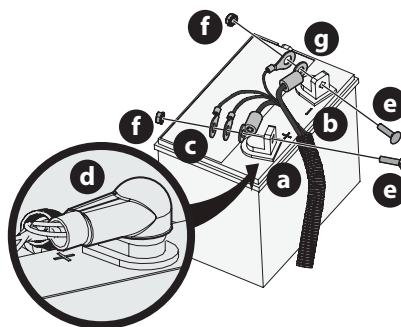

Fig. 21
**NOTA:** el borne positivo de la batería está marcado como POS. (+) (a). El borne negativo de la batería está marcado como NEG. (-) (b) (Fig. 21).
**NOTA:** si el cable positivo de la batería (c) ya está conectado, siga con el paso 6 (Fig. 21).
3. Si está presente, deslice el manguito rojo (d) hacia atrás a lo largo del grupo de cables positivos (Fig. 21).
4. Asegure el grupo de cable positivos (c) y el cable positivo para la toma de 12 V (si está disponible) al terminal positivo de la batería (a) con el perno (e) y la tuerca (f) (Fig. 21).
5. Coloque el manguito rojo (d) sobre el terminal positivo de la batería (a) para aislarlo y ayudar a protegerlo de la corrosión (Fig. 21).
6. Asegure el grupo de cables negativos (g) y el cable negativo para la toma de 12 V (si está disponible) al terminal negativo de la batería (b) con el perno (e) y la tuerca (f) (Fig. 21).